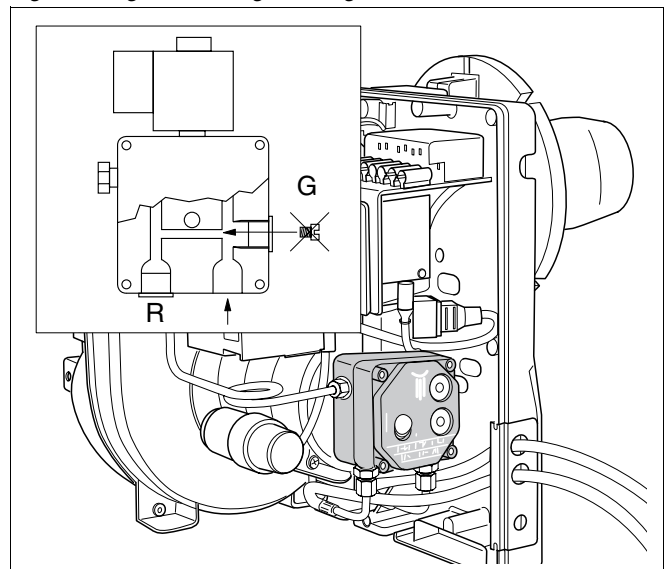

Fig. 8 Trabalhos suplementares no sistema de uma via –
- Feche e tape a conduta de retorno "R" (Fig. 8) na bomba de gasóleo.
- Remova o parafuso "G" (Fig. 8) da bomba de gasóleo. Para o efeito deverá abrir a bomba.